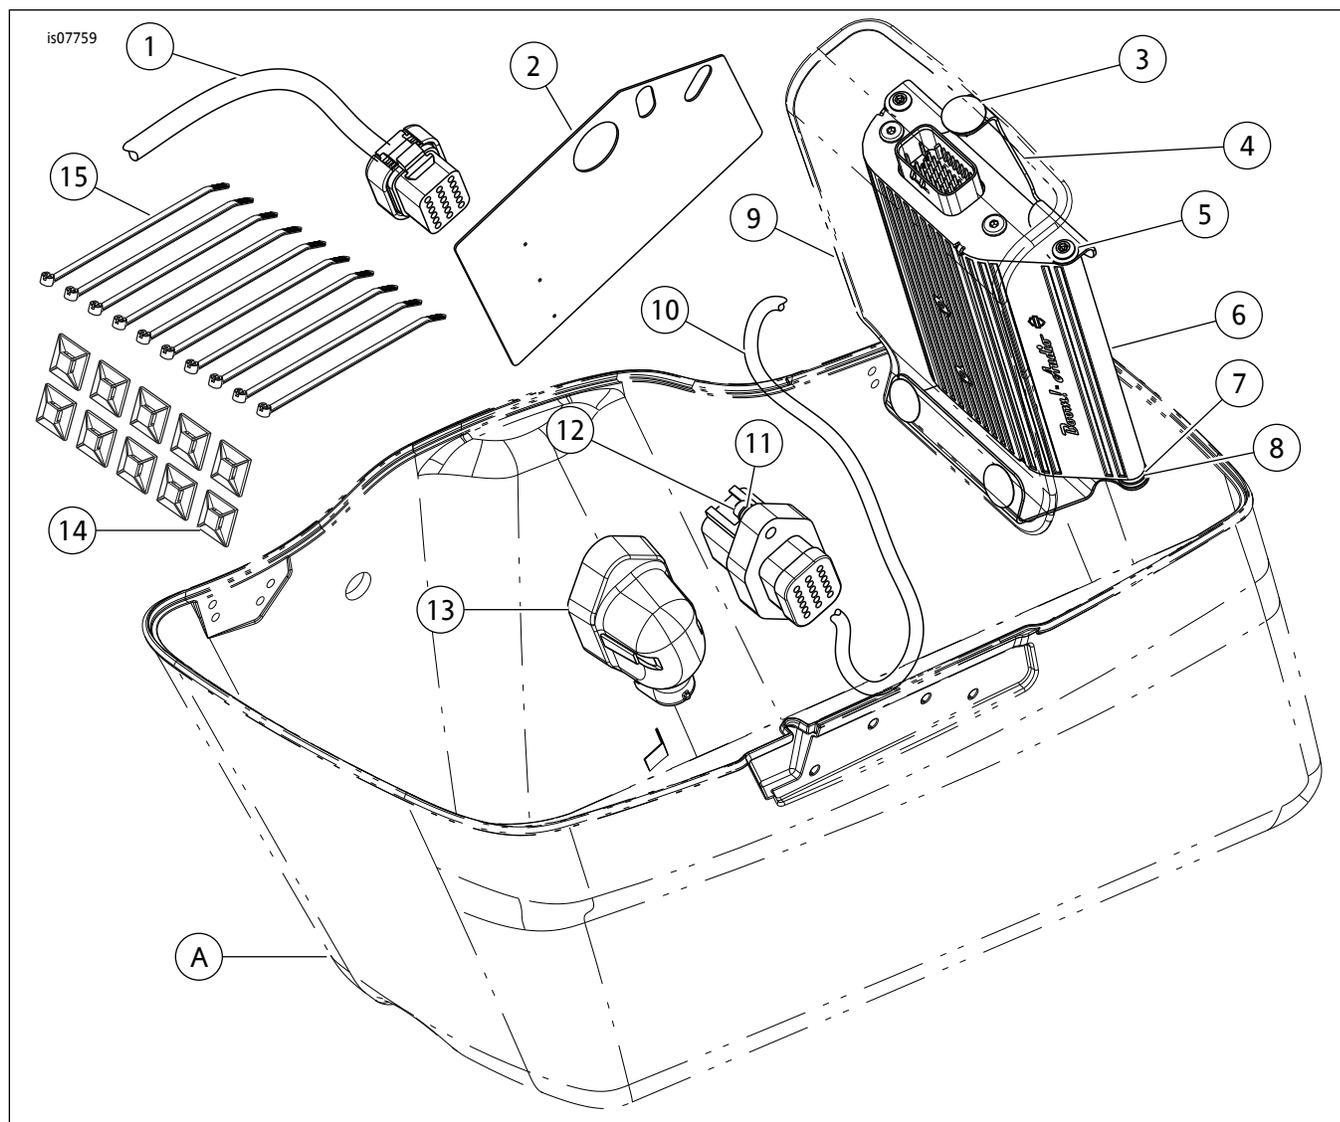

图14。维修零件：BOOM!音频放大器扩展套件
3. 参见图3。从边箱内侧安装跳线插针侧连接器（项目10，图14）。使用两个螺丝和垫圈固定连接器。